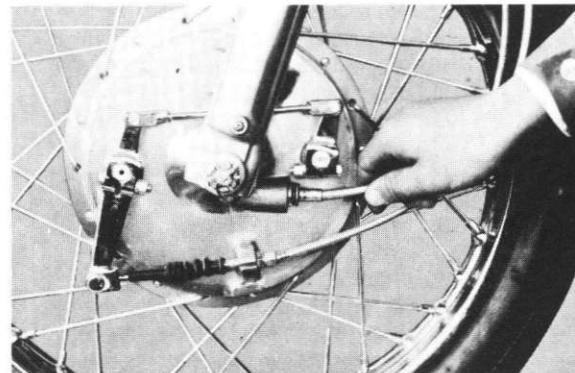

Fig. 5-1-3
- 2) Disconnect the brake cable and speedometer cable from the front shoe plate. (Figs. 5-1-3, 4 and 5)
- 2) Bremskabel und Tachometerkabel von der Bremsbüchse lösen (Abb. 5-1-3, 4 und 5)